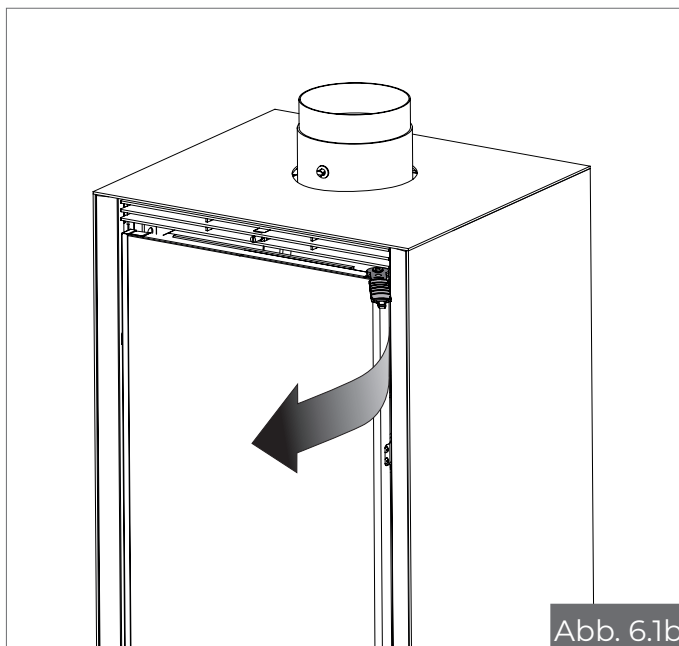

Abb. 6.1b
- **IKI UP/IKI UP TF:** Stecken Sie den mitgelieferten Schlüssel in den oberen Öffnungshaken (Abb. 6.1b) und ziehen Sie ihn zu sich selbst. Achtung! Nach der Hälfte der Öffnung hält ein automatisches System die Tür offen.